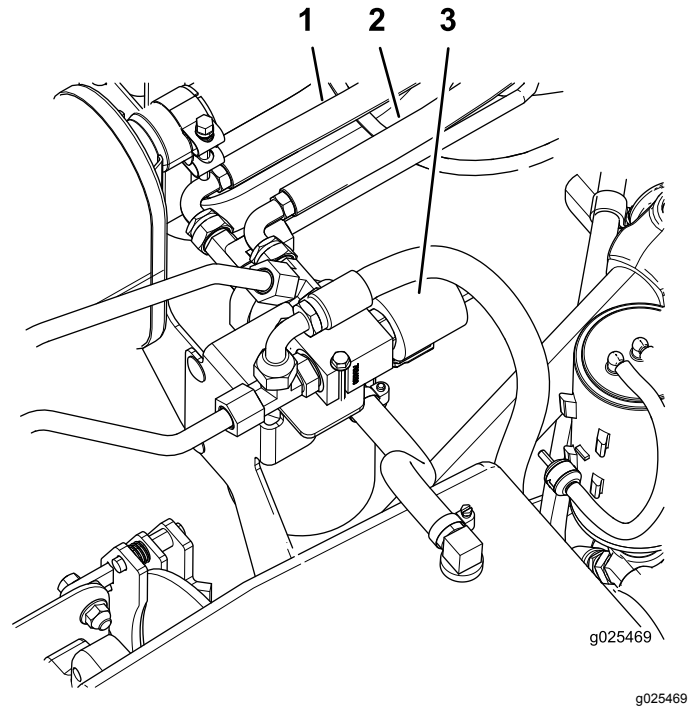

図 16
3. 長いホース2197 mmをマニホルドのT字フィッティングに取り付ける 図 16。
4. 長いホース2045 mmをフィルタハウジングのT字フィッティングに取り付ける 図 16。